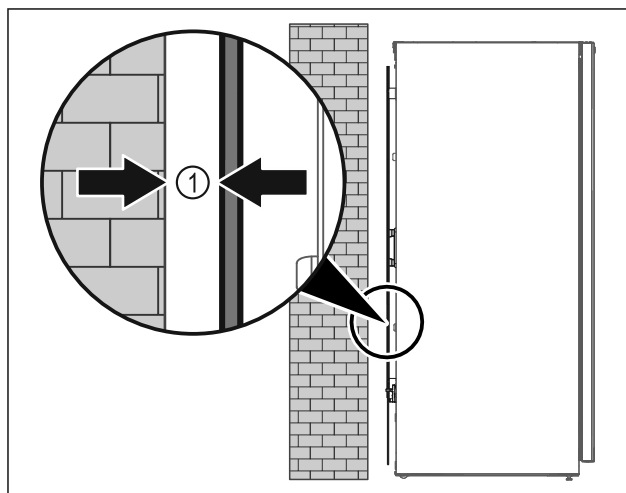

Fig. 52
- ▶ Ställ upp apparaten fritt i rummet eller direkt mot en vägg med ett minimiavstånd på 5 mm *Fig. 52 (1)* från väggen.